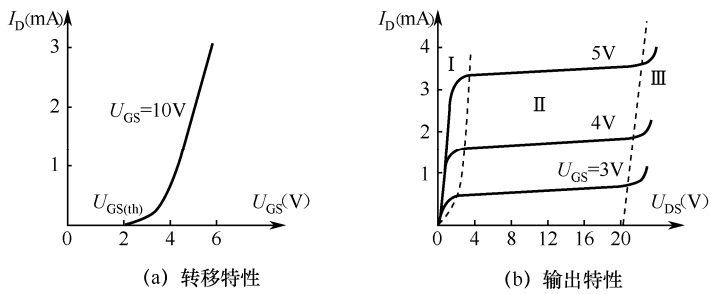

图 5-12 N 沟道增强型 MOSFET 特性曲线
NMOS 管的转移特性曲线反映了在一定漏-源电压 U_{DS} 下栅-源电压 U_{GS} 对漏极电流 I_D 的控制能力。增强型绝缘栅场效应管的转移特性曲线如图 5-12（a）所示。从图可知，NMOS 管在正栅-源电压下才能工作，且只有当 $U_{GS} \geq U_{GS(th)} > 0$ 时才有漏极电流（ $U_{GS(th)}$ 为栅-源极门槛电压或开启电压）。
2. 特性曲线（见图 5-12）
输出特性（又称漏极特性）表示了某一固定的 U_{GS} 下，漏极电流 I_D 与漏-源电压 U_{DS} 之间的关系曲线，如图 5-12（b）所示。图中，曲线分成三个区：I 区为可变电阻区、II 区为恒流区、III 区为击穿区。